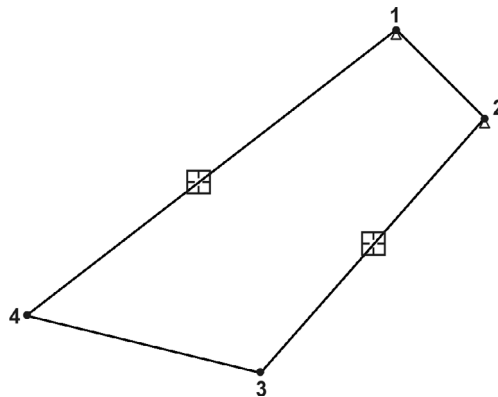

Рис. 62.33.
2. Из точки 1 постройте ломаную линию 1–2–3–4. Используйте команду **Непрерывный ввод объектов**. Для первого отрезка 1–2 задайте длину 15 мм и угол наклона  $-45^\circ$ . Размеры и углы наклона остальных отрезков укажите мышью произвольно, соблюдая приблизительные пропорции (рис. 62.33).
4.2. Щелкните по отрезкам 1–4 и 2–3 (рис. 62.33).